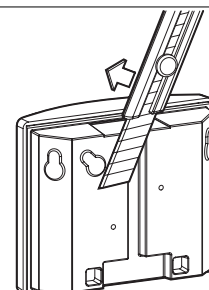

Рис.10
- на тыльной стороне корпуса – ножом (рисунок 10);